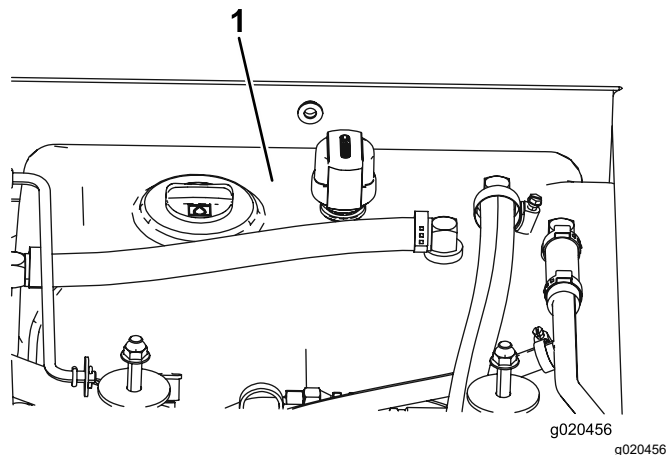

Figure 116
4. Remplissez le réservoir (Figure 116) de liquide hydraulique; voir Contrôle du niveau de liquide hydraulique (page 83).